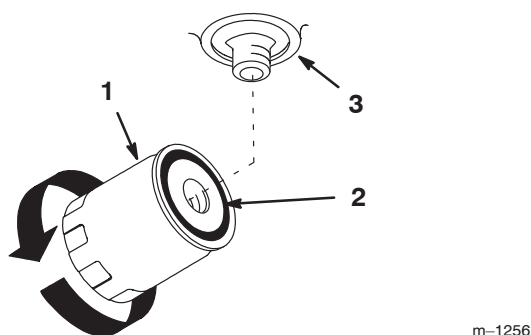

Figure 43
4. Appliquez une fine couche de liquide hydraulique sur le joint en caoutchouc du filtre de rechange (Fig. 43).
7. Tournez le filtre dans le sens horaire jusqu'à ce que le joint en caoutchouc touche l'adaptateur, puis donnez 1/2 tour supplémentaire (Fig. 43).